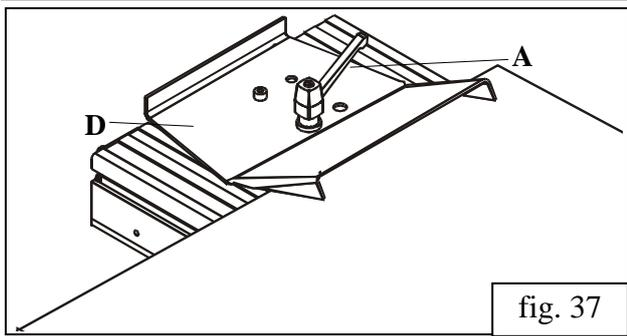

fig. 37
- Déplacez le dispositif de serrage (fig. 37) à proximité de l'ébauche.